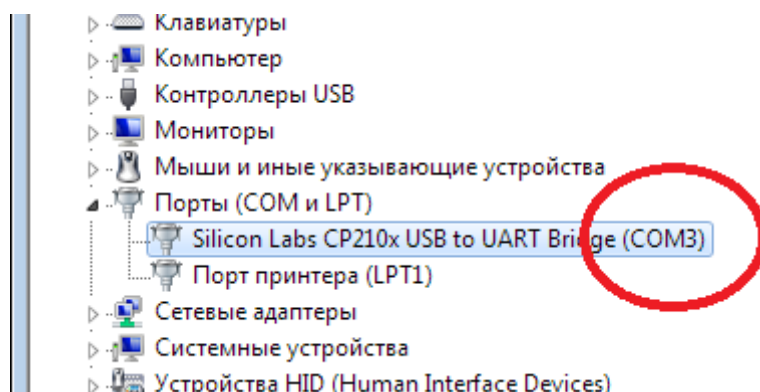

Рисунок 4.1. Чтение номера СОМ-порта подключенного UART-USB переходника
- (b) считать СОМ-порт (см. Рисунок 4.1):